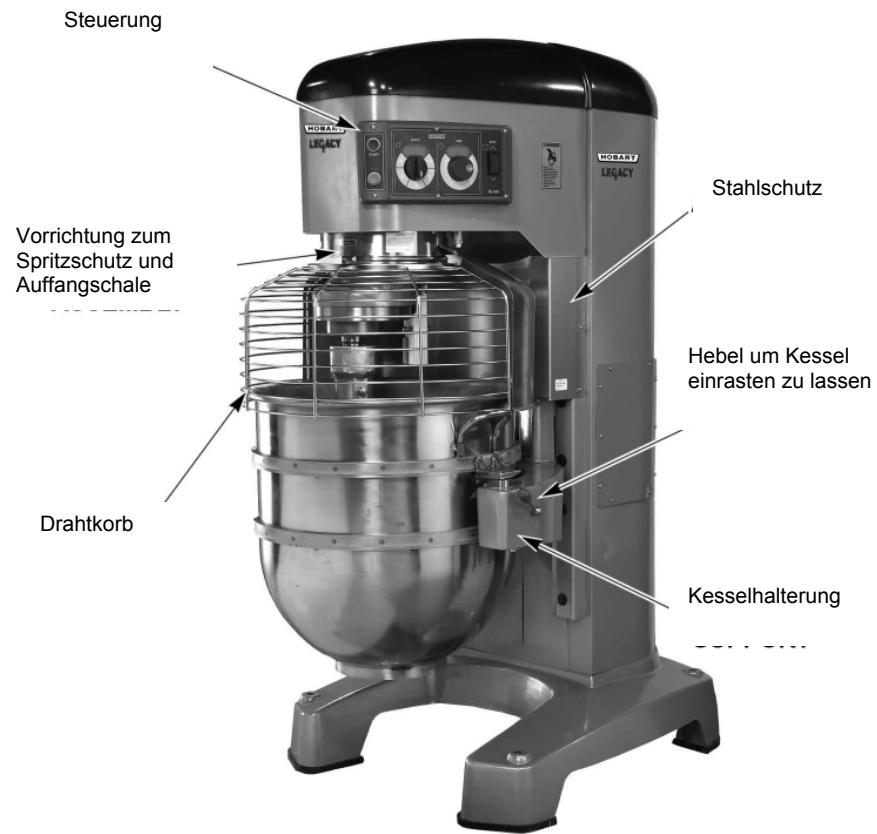

Abb. 1.
- Schrauben Sie den Messstab mit einem 3/8" (9,5 mm) Innensechskantschlüssel ab und überprüfen Sie den Ölstand. Dieser muss sich zwischen den beiden Einlaufspuren des Messstabes befinden. Sehen Sie sich hierzu bitte auch die Abbildung 1 an, um die richtige Positionierung des Messstabes zu ermitteln.
Die LegacyTM-Rührmaschine ist mit einem SmartTM Zeitregler sowie einer Kesselhebefunktion ausgestattet. Die anderen Bedienungselemente sowie ihre jeweiligen Funktionen (Abbildung 1, Seite 97) werden nachfolgend in diesem Kapitel erläutert.